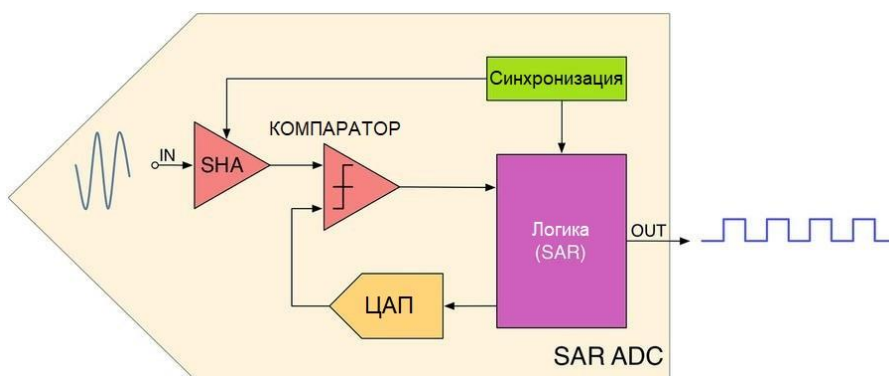

Рисунок 2: Внутренняя структура блока SAR ADC
- **ClockPrescaler**: задаёт тактовую частоту (ADCCLK) для аналоговой части схемы АЦП. В предыдущем параграфе мы видели, что АЦП имеет внутренний блок синхронизации, который управляет частотой переключения входного переключателя (см. рисунок 2). ADCCLK устанавливает скорость этого блока синхронизации и влияет на число выборок в секунду, поскольку определяет количество времени, используемое каждым тактом преобразования. Этот тактовый сигнал генерируется из тактового сигнала периферии, разделённого программируемым предделителем, который позволяет АЦП работать на частотах $f_{CLK}/2, /4, /6$ или $/8$ (сведения о максимальных значениях ADCCLK и его предделителя приведены в техническом описании конкретного микроконтроллера). В некоторых микроконтроллерах STM32 сигнал ADCCLK также может быть получен из HSI-генератора. Значение данного поля влияет на тактовый сигнал ADCCLK всех АЦП, реализованных в микроконтроллере.